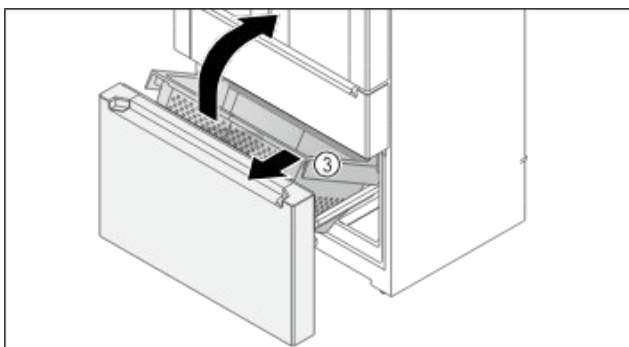

Fig. 149
- Zdvihnete nádobu Fig. 149 (3) dopredu.
- Vybertenádobu Fig. 149 (3) šikmo dopredu.